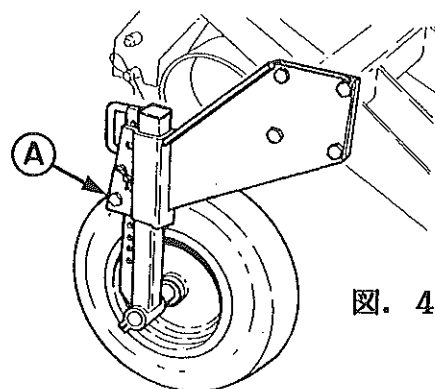

図. 4
- 2000シリーズは、ボルト（図. 4-A）を緩め、ピンで高さを調整します。調整後はボルトAをしっかりと締めておいて下さい。